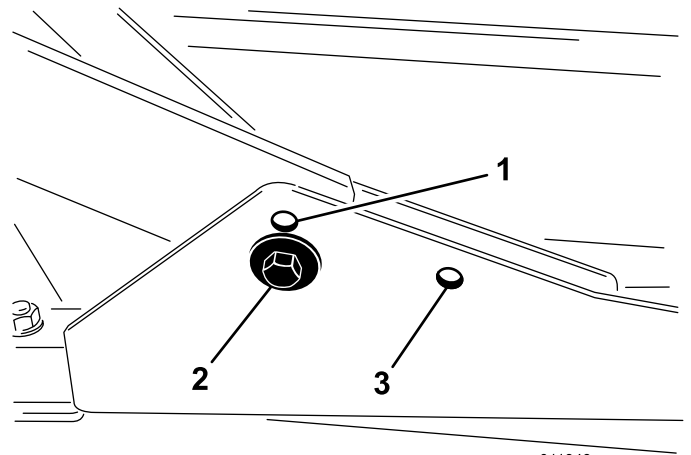

Figura 11
1. Para una altura de corte de entre 2 y 7,6 cm (3/4 y 3 pulgadas), monte los bastidores de tiro delanteros en los taladros de montaje delanteros inferiores (Figura 11).
2. Para una altura de corte de entre 6,3 y 10 cm (2-1/2 y 4 pulgadas), monte los bastidores de tiro delanteros en los taladros de montaje delanteros superiores (Figura 11).
Para todas las alturas de corte, monte la unidad de corte trasera en los taladros de montaje traseros (Figura 11).